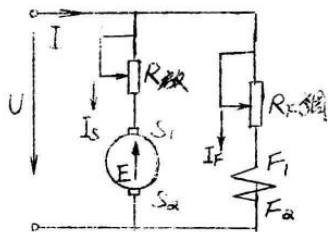

图1-7
2) 在图1-7中将 $R_{\text{放}}$ 改或 $R_s$ 调。（即 $R_s$ 调容量大可以长期接入电机电路） $R_s$ 调 增加转速几下降。